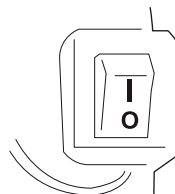

Fig. 12
- > Mettez le commutateur de marche [14] dans sa position d'arrêt «O» (Fig. 12).